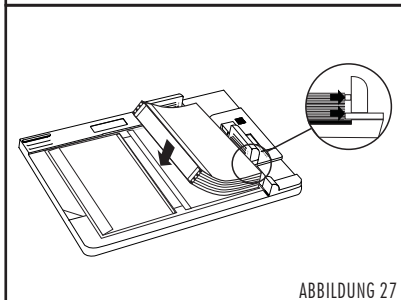

ABBILDUNG 27
3. Plazieren Sie den Papierblock so auf dem Hardcover™ Umschlag, dass er bündig mit der transparenten Anlagevorrichtung abschließt. Drücken Sie nun den Papierblock an der linken Seite fest nach unten, damit er durch den schmalen Klebestreifen fixiert wird (siehe Abbildung 27). Ihr Buch befindet sich somit mittig auf dem Hardcover™ Umschlag.